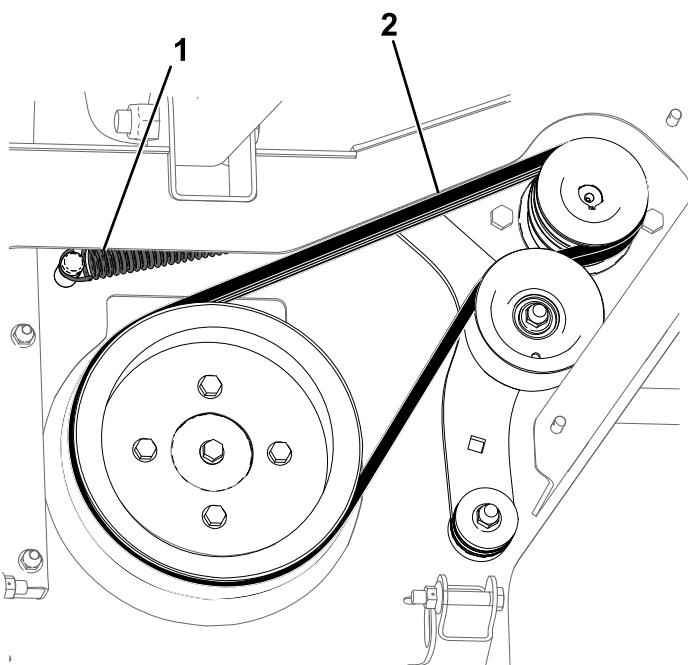

Figure 34
1. Goupille fendue (4)
4. Déchaussez la courroie des poulies (Figure 34).
5. Chaussez la courroie neuve sur la petite poulie (Figure 34).
6. Faites tourner la grande poulie à la main tout en chaussant la courroie dessus (Figure 34).